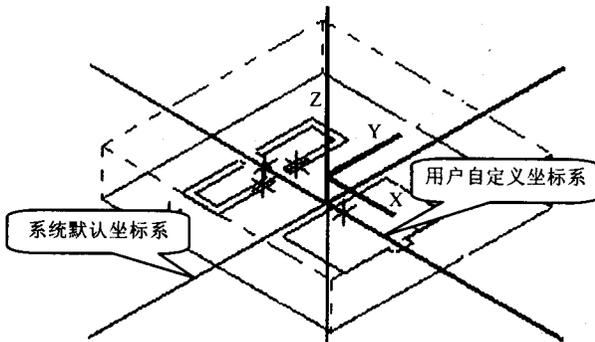

图 1-6 两坐标系重合
(2) 构建模型时加工工件坐标系一般与 Mastercam 的系统坐标系重合，如图 1-6 所示。